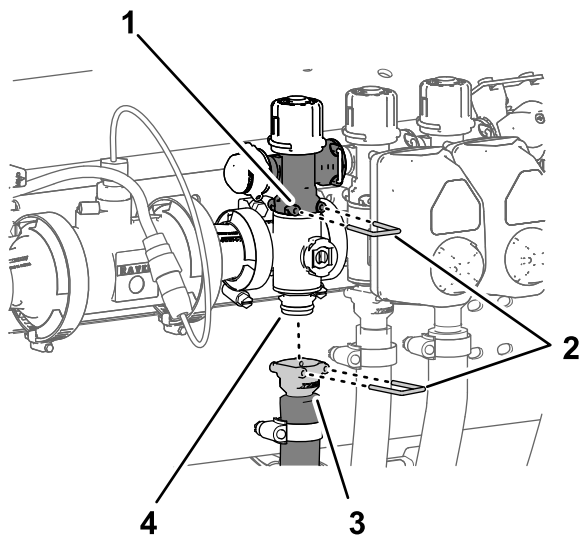

Figura 125
1. Retire o pino de ligação rápida que prende o acoplador de ligação rápida para a válvula de distribuição de secção à válvula do coletor da secção (Figura 125).
- Retire o pino de ligação rápida que prende o acoplador de ligação rápida para o tubo de fornecimento de seção ao coletor para a união de ligação rápida da válvula do coletor da seção (Figura 125).